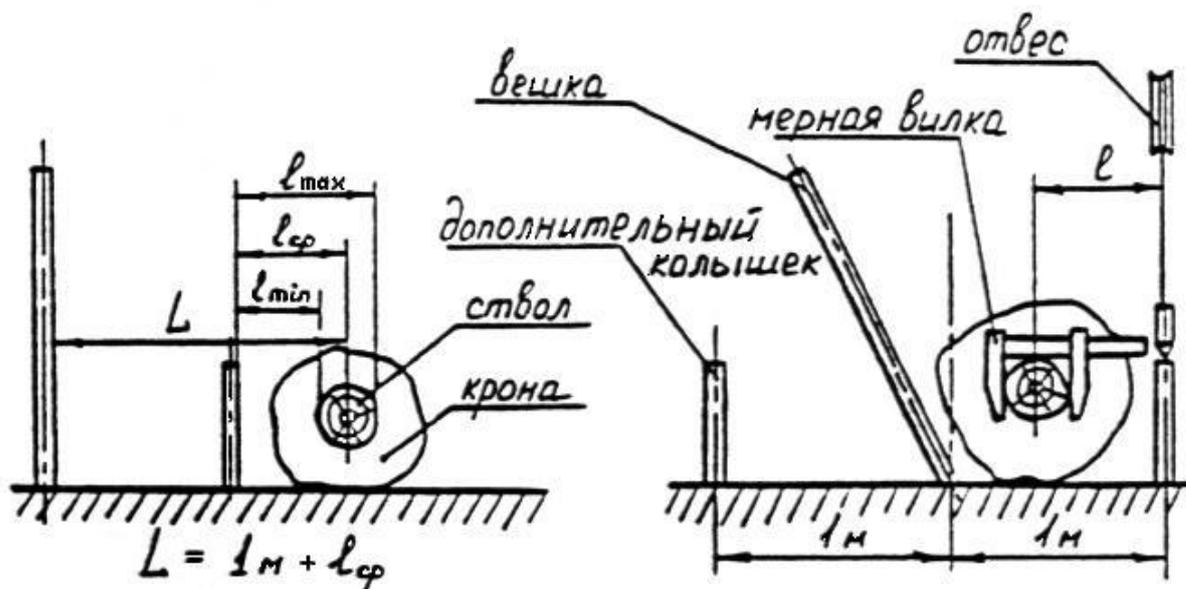

Рис. 1. Измерение расстояния отклонения ствола от кольшка – «вешки»
1.3.2. Участник показывает, где установить заостренную вешку размером 1500x40x40 миллиметров (далее мм) на расстоянии 10 метров (далее м) от хлыста. Вешка отмечает направление, в котором участник должен свалить свой хлыст. Для облегчения измерений вспомогательные рабочие устанавливают два 50 см кольшка на расстоянии 1 метра по обе стороны от вешки под прямым углом к направлению валки (рис. 1.). В протокол заносится расстояние между кольшком и вешкой, округленное до целого сантиметра. Участник должен повалить хлыст точно на вешку. В случае повреждения основной вешки сваленным хлыстом замеры производятся от вспомогательных кольшков.